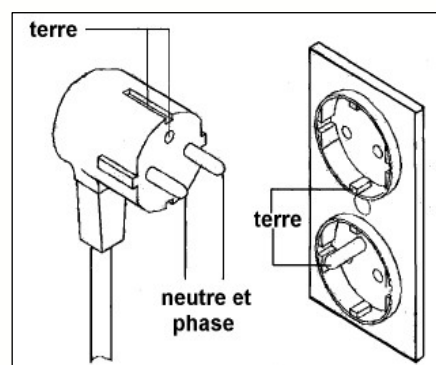

Fig 10
- N'utilisez que des rallonges munies de trois fils dont les fiches ont 3 broches et des prises à 3 phases correspondantes à la fiche de l'outil (Fig 10 ci-contre).